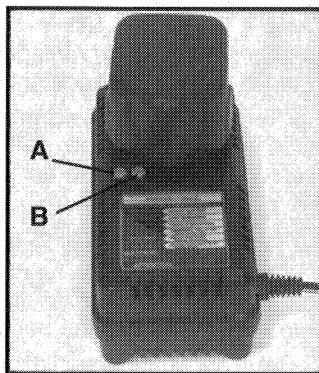

Fig. 3
Assurez vous que le voltage du circuit de puissance est le même que celui indiqué sur la plaquette des spécifications qui est sur le chargeur. Etablissez la connexion entre le chargeur et la prise de courant. Une lumière verte (A) Fig. 3 devrait commencer à clignoter. Ceci indique que le chargeur est prêt à commencer à charger.
Positionnez le bloc porte-piles sur le chargeur en faisant attention à ce que la languette du bloc porte-piles se trouve bien dans l'alignement de la fente du chargeur. Insérez le bloc porte-piles dans le chargeur (voir la Fig. 3). Appuyez légèrement sur le bloc-piles pour l'insérer dans le chargeur.
La lumière verte (A) Fig. 3 devrait maintenant commencer à luire continuellement. Ceci indique que le bloc porte-piles est en train de recevoir une charge rapide (si la lumière verte ne luit pas constamment, ou si la lumière rouge (B) Fig. 3 commence également à clignoter, consulter la section
Le chargeur Modèle 8621 est équipé d'un système diagnostique qui vérifie automatiquement la batterie chaque fois qu'un bloc porte-piles est inséré dans le chargeur. S'il ne détecte aucun problème, le chargeur passera automatiquement sur le mode d'opération "Charge Rapide" tel que celui-ci est décrit dans la section CHARGEMENT NORMAL. Si un problème est détecté, celui-ci sera indiqué par les indicateurs lumineux du chargeur (voir Fig. 3) de la manière suivante: